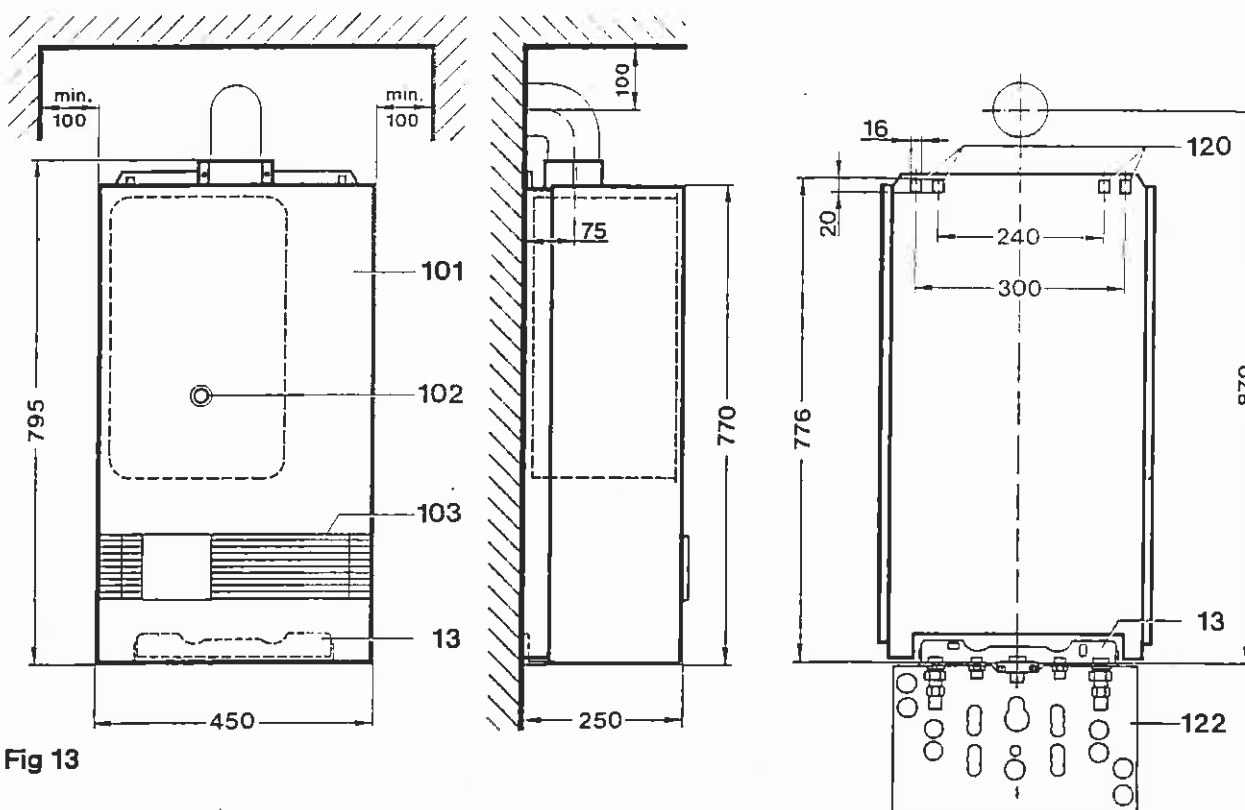

Fig 13
Tilslutningsmål, se fig 13
Er nødvendig for at kunne udføre alle rørforbindelser inden kedlen monteres. Dette gælder både ved synlig og skjult rørinstallation. Med monteringskabelonen (122) fig. 13, bestillingsnr. 8719918020, angives alle rørforbindelser^{*} for skjult rørinstallation. Ved kedler til F-gas anvendes boring G 12 mm. Monteringskabelonen fjernes før installation af tilbehør og tilslutningsplade. Pakninger er fastgjort nederst på kedlen. Fastgøringsskruer (6 x 50 mm) med tilbehør ligger i pakken sammen med tilslutningspladen.
Skruer med tilbehør ligger pakket sammen med kedlen. Placeringen af fastgørelsesskruer fremgår af fig 13.